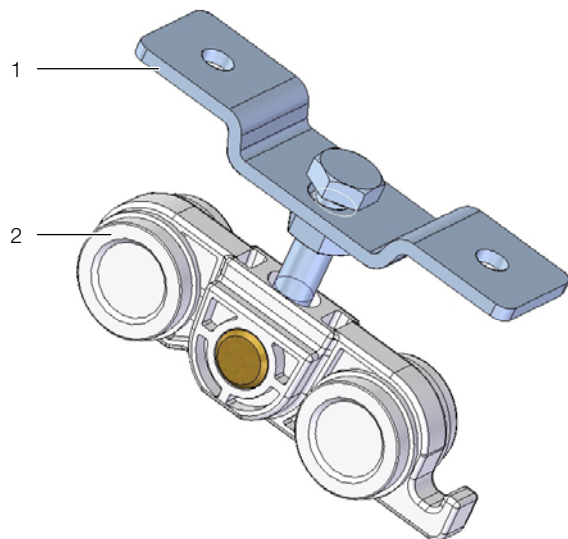
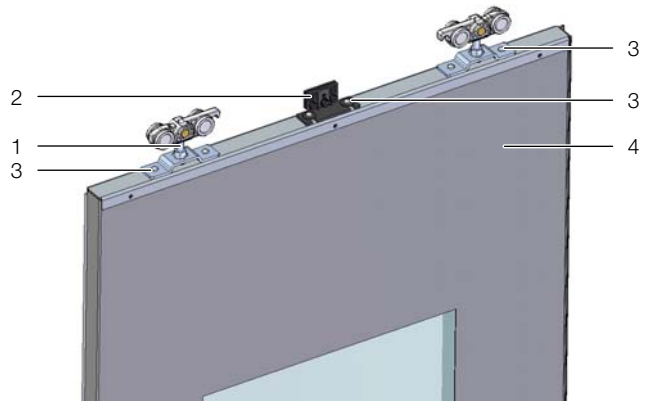

Рис. 20: Смонтированный на роликовый аппарат фланец
Рис. 21: Монтаж фланца и толкателя на левой двери
На верхней стороне обеих дверей на расстоянии 72 мм от краев двери монтируются два фланца, к которым крепятся роликовые аппараты (рис. 20). У синхронно открываемых дверей в середине дополнительно монтируется толкатель двери (рис. 21). При этом необходимо обратить внимание на расположение дверей. Рама окна двери должна располагаться на задней стороне двери, то есть быть направлена внутрь отделения коридоров. С этой же стороны также располагаются установленные на заводе вертикальные щеточные буртики.
- Показанный на рис. 20 винт пропустить через фланец, снова навинтить контргайку и снова ввернуть винт в роликовый аппарат. Таким образом, двери могут быть затем расположены параллельно полу или направляющей шине.